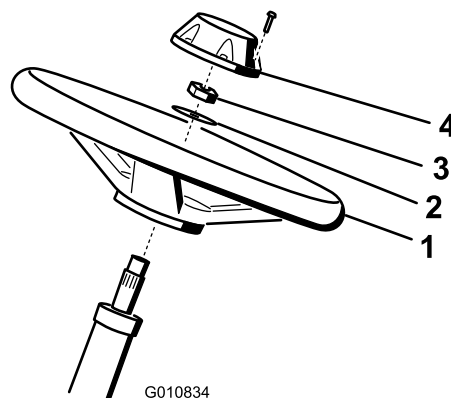

Рисунок 4
1. Наденьте рулевое колесо на рулевой вал (Рисунок 4).
2. Наденьте шайбу на рулевой вал (Рисунок 4).
- Закрепите рулевое колесо на валу контргайкой и затяните ее с моментом 27-35 Нм **Рисунок 4**
- Установите крышку рулевого колеса и закрепите ее винтом (**Рисунок 4**).